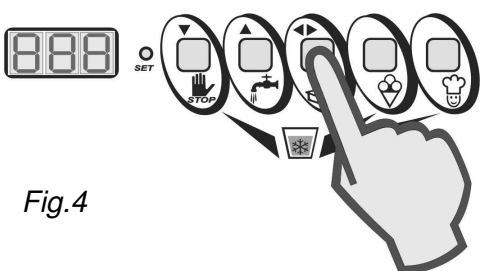

Fig.4
6. Se non si desidera apportare alcuna modifica al valore del passo selezionato, premere il tasto "**AGITAZIONE (▲)**" per accedere direttamente al passo successivo (Fig. 4).